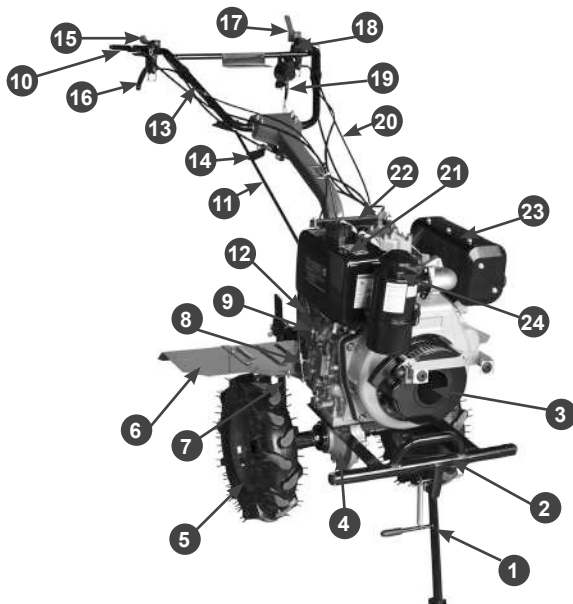

Рис.1 Расположение основных узлов и органов управления
Расположение основных узлов и органов управления мотоблока представлено на Рис.1.
7. Установите стояночную опору мотоблока (1) Рис.1.
1. Возьмитесь за рычаг сцепления 18 (Рис.1) нажмите и отпустите его 2-3 раза, чтобы включить сцепление. Если включить сцепление не получится, проверьте регулировку свободного хода рычага.
1. Нажмите на рычаг реверса 16 (Рис.1) и отпустите его 2-3 раза, чтобы включить передачу. Если включить передачу не получается, изменяйте положение рычага, пока передача не включится.